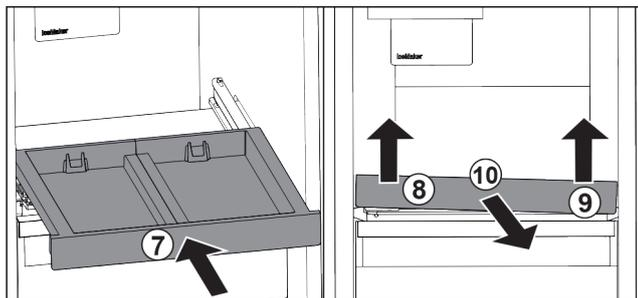

Fig. 53
- ▶ Rentrer le compartiment coulissant. Fig. 53 (7)
- ▶ Soulever le compartiment coulissant au niveau de la partie avant gauche. Fig. 53 (8)
- ▶ Soulever le compartiment coulissant au niveau de la partie avant droite. Fig. 53 (9)
- ▶ Retirer le compartiment coulissant par l'avant. Fig. 53 (10)